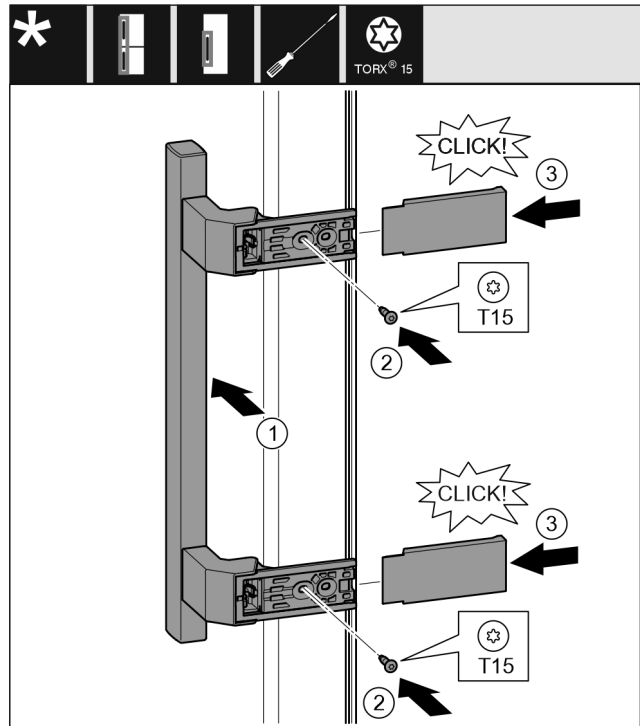

Fig. 12
- ▶ Nasadte madlo na protilehlé straně. Fig. 12 (1)
- ▶ Šroubovákem T15 pevně utáhněte šrouby. Fig. 12 (2)
- ▶ Kryty bočně nasadte a nasuňte. Fig. 12 (3)